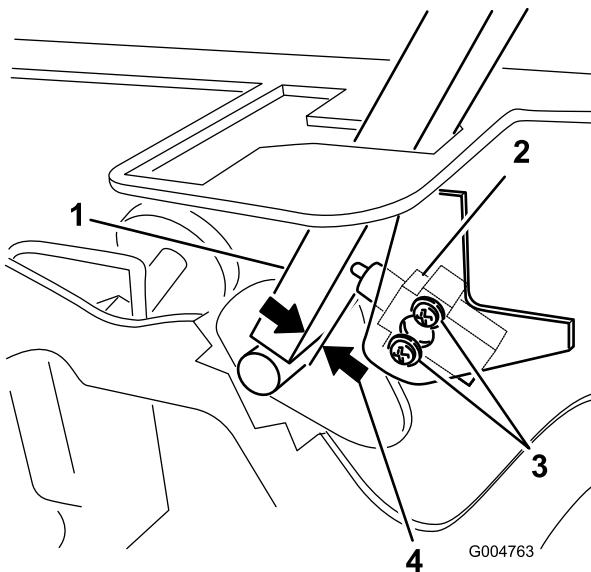

Figura 61
3. Desaperte os 2 parafusos que prendem o interruptor de segurança (Figura 61).
4. Segurando na alavanca de controlo encostada à estrutura, desloque o interruptor na direcção da alavanca até que a distância entre a alavanca e o corpo do interruptor seja 0,4 a 1 mm (Figura 61).